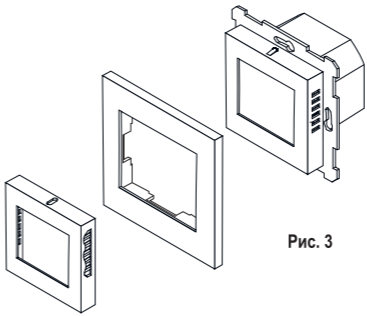

Рис. 3
- Снимите переднюю панель с корпуса прибора (см. Рис. 3), введя отвертку \* в щель между рамкой и краем верхней грани панели напротив её фиксатора;